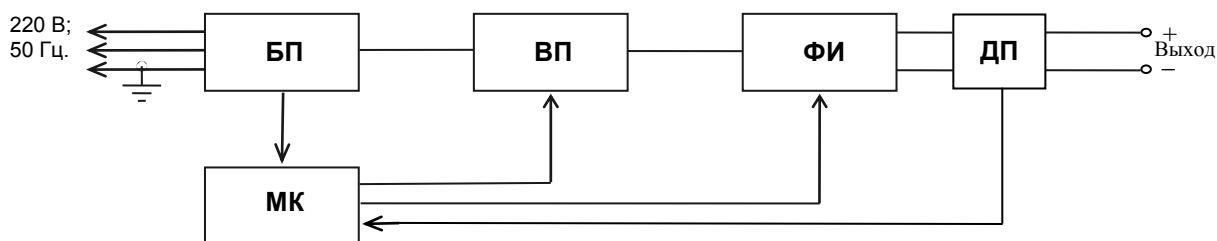

Рис.1 Структурная схема испытательного генератора ИГМ 8.1
4.1 Структурная схема испытательного генератора ИГМ 8.1 представлена на **рис.1**.